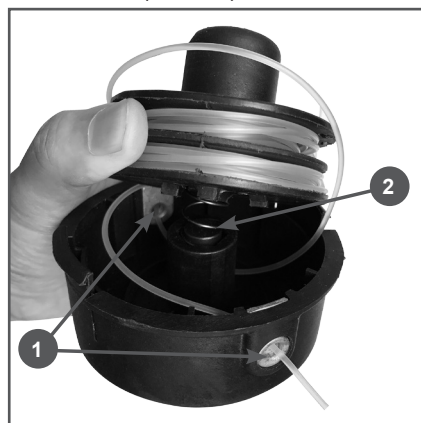

Рис. 18 Установка катушки
6. Проденьте концы корда в отверстия 1 на корпусе триммерной головки и установите катушку с кордом в корпус головки (Рис. 18).
Не забывайте установить пружину 2 под катушку с кордом (Рис. 18).